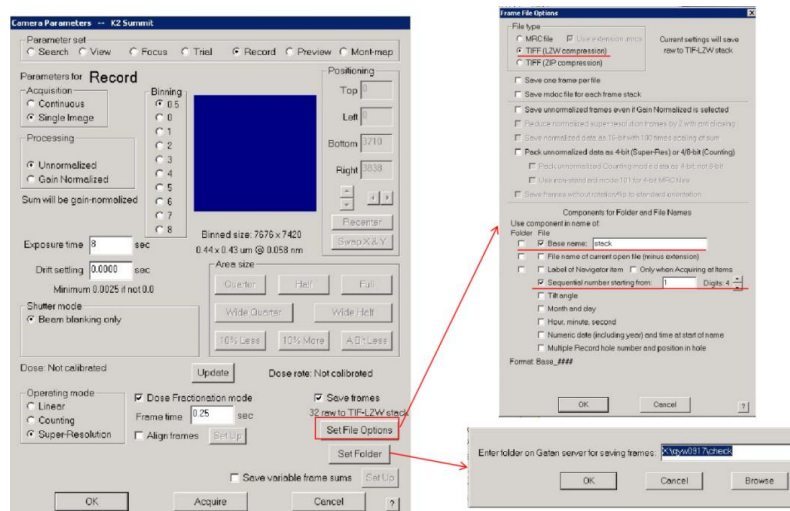

图 31
**6.2 检查参数：** 如图 31 所示，设置完成后，在 setup 中检查收数据参数和存储位置。此图参数是：Exposure time:8s, Frames:32, Frame time:0.25。Dose rate 10 e/pixel/s, Total dose:60 e/A2。点击 Set File Options，可以修改图片存储格式，图片名称，以及编号位数和次序。点击 Set Folder 可修改存储的文件夹位置，需存在 X 盘，新建文件夹。